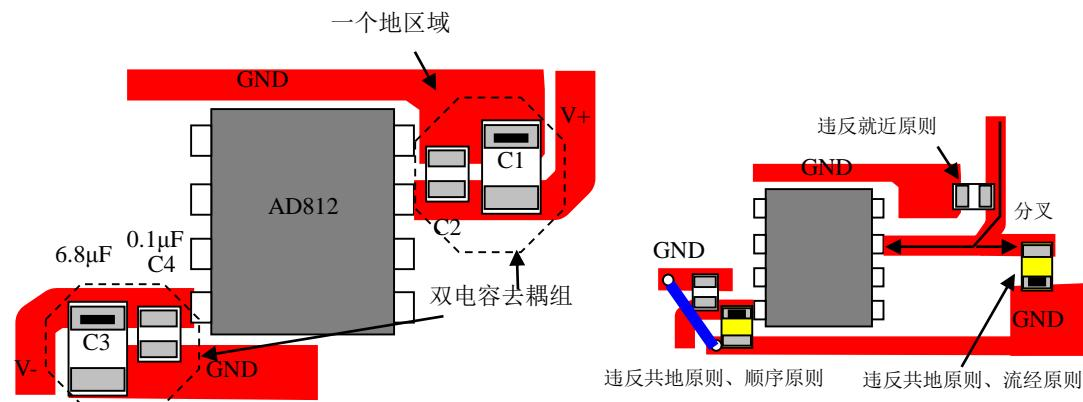

图4-5 不考虑其它因素的运放电源理想状态下的电容配置方案，右图错误实例
- 3) 就近原则：C2小电容应该无限靠近芯片电源脚根部，而C1也尽量靠近C2。也有将一个C1设计到电源入端，而将多个C2设计到各自的电源根部。图4-5是一个放大器电源电容配置的布线图，左边图是标准的值得借鉴的，右边的很差劲。